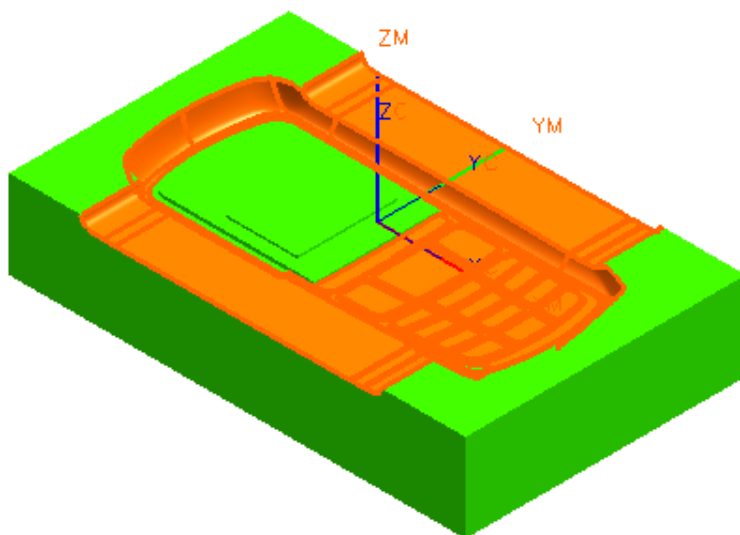

图 9-205
- 在操作对话框中，单击 ，选择如图 9-205 所示的表面，单击 OK。